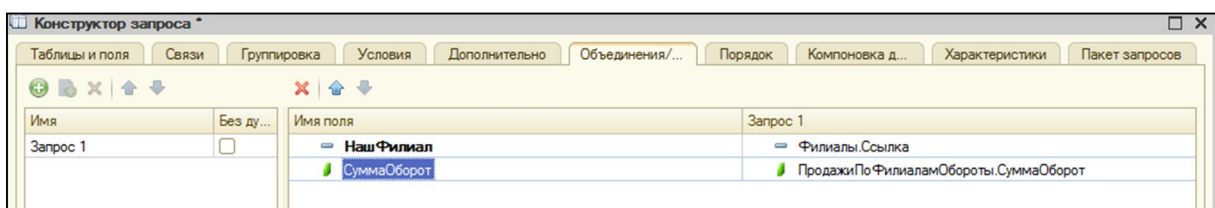

Рис. 64. Вкладка «Объединения/Псевдонимы» окна конструктора
- 4) на вкладке «Объединения/Псевдонимы» (рис. 64) установить псевдоним «НашФилиал» вместо сочетания «Филиалы.Ссылка»;